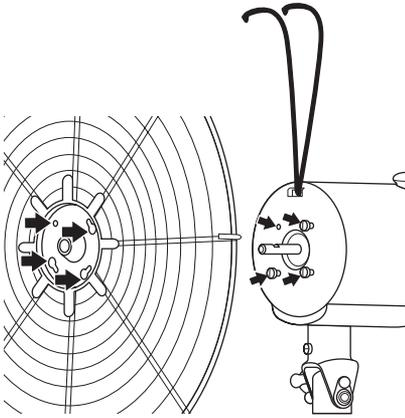

FIGURE 7
20. Aligner les encoches en trou de serrure de la grille arrière avec les trois vis restantes de la face du moteur et poser la grille arrière sur la face du moteur en vous assurant que les rondelles sont bien entre la tête de vis et la grille arrière. Voir Figure 7.